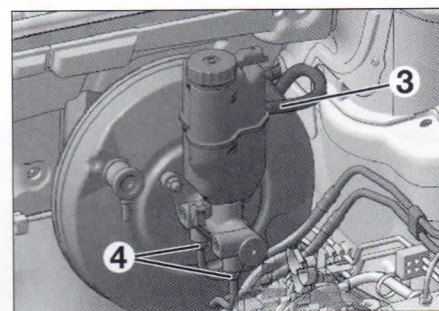
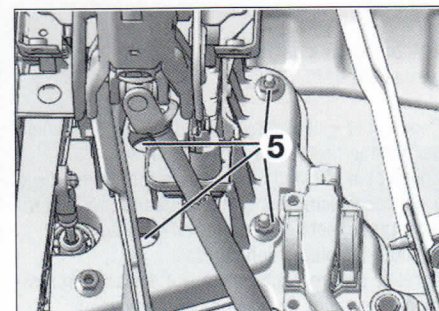

FIG. 3
FIG. 4
- el tubo (3) del mando hidráulico (fig. 3).
- las tuberías de freno (4).
- Desmontar los tornillos de fijación (5) del servofreno y desmontarlo (fig. 4).